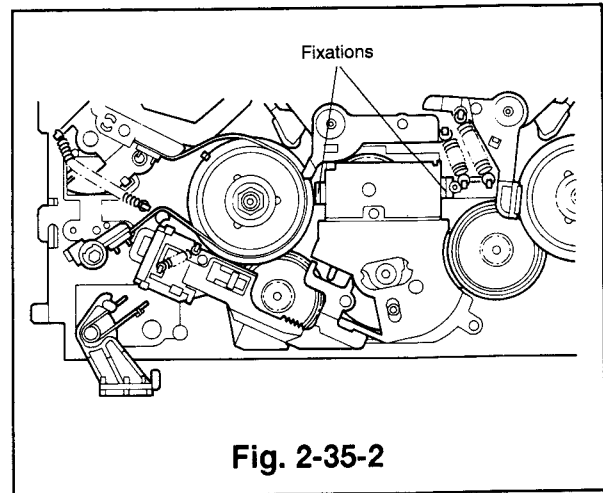

Fig. 2-35-2
- 3) Défaire les deux fixations illustrées dans la Fig. 2-35-2 et pousser l'assemblage du galet-tendeur pour le démonter, la platine étant placée avec le côté droit dirigé vers le haut.